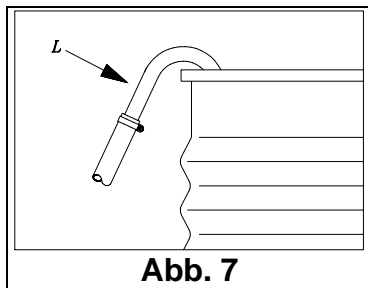

Abb. 7
- **Während des Abfließens in den Tank ist vor dem Anschließen der Luft an den Druckregler sicherzustellen, daß das Ölabfluß-Winkelstück "L" (siehe Abb. 7 und Generalschema Seite 3) fest verankert ist, damit es sich durch das Einwirken des unter Druck stehenden Öles nicht bewegt somit den Bediener und sich im Bereich befindliche Gegenstände nicht beschädigt.**
2. Den Abblöswinkel "L" an dem Altölfaß verankern, in den man das Öl umfüllen will (siehe Abb. 7 und Generalschema Seite 3).